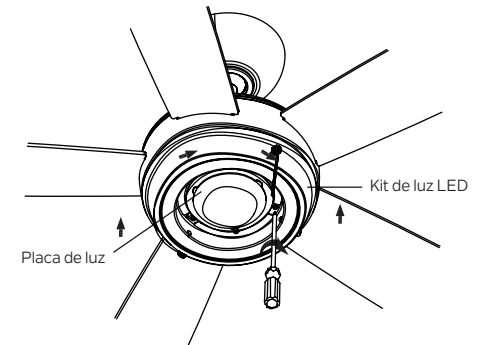

Figura 20
Paso 3. Monte el conjunto del kit de luz LED en la placa de luz utilizando las dos ranuras de llave en el conjunto del kit de luz. Vuelva a colocar el tornillo que quitó anteriormente y apriete firmemente los tres tornillos. (Figura 20)